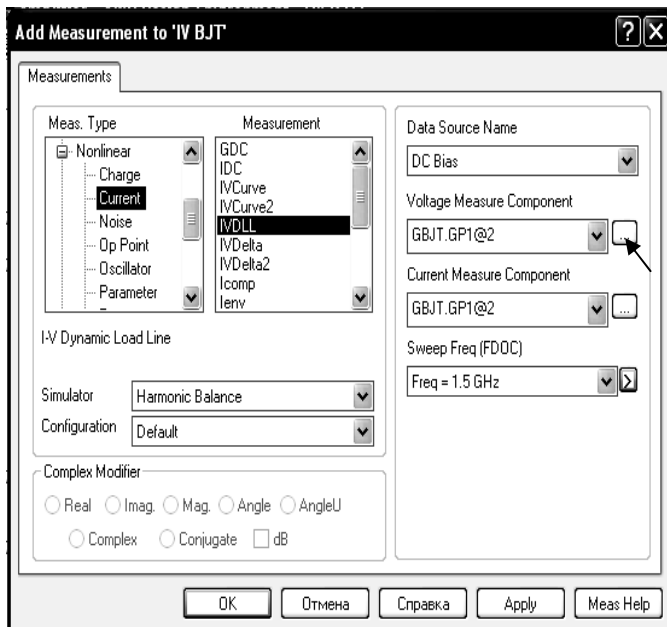
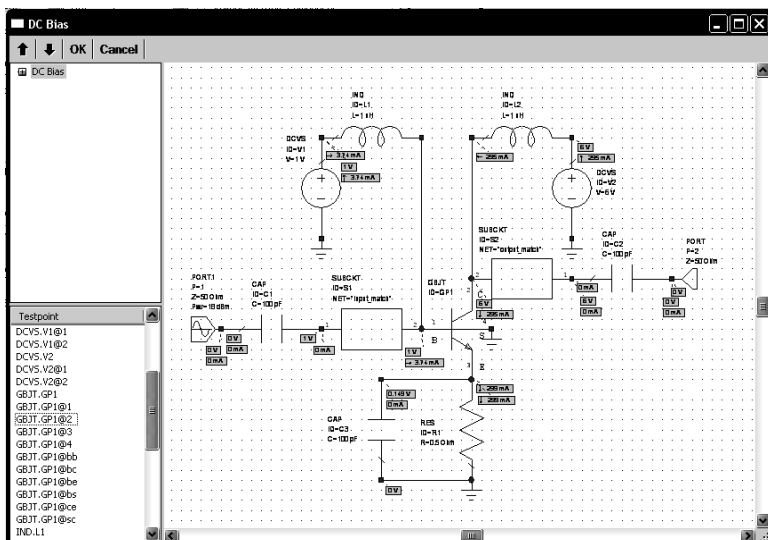

Рис. 3.25
Рис. 3.26
3. Щёлкните правой кнопкой мышки по имени графика **IV BJT** в группе **Graphs** и выберите **Add Measurement**. Откроется диалоговое окно **Add Measurement** (рис. 3.25).
отметьте **IVDLL**. Щёлкните мышкой по кнопке “...” справа от поля **Voltage Measure Component** (на рис. 3.25 показана стрелкой). Откроется окно со схемой **DC Bias** (рис. 3.26). В списке в левом нижнем углу этого окна отметьте **GBJT.GP1@2** и нажмите **OK** в левом верхнем углу окна.
6. В поле **Sweep Freq (FDOC)** введите **Freq=1.5 GHz** (рис. 3.25).